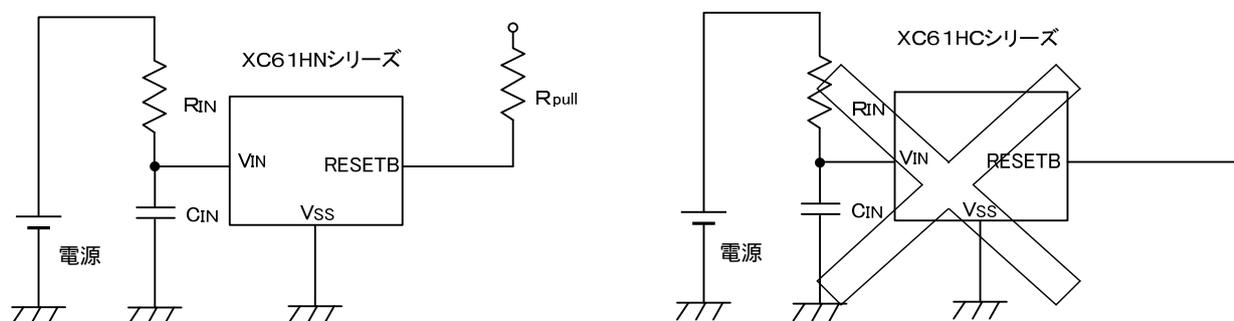

図 1. 入力抵抗を入れた時の回路例
4. 止むを得ず入力抵抗 R_{IN} を入れて使用する場合、上記発振を抑えるため入力インピーダンスは出来る限り小さくしてご使用下さい。また、 $R_{IN}=10k\Omega$ 以下、 $C_{IN}=0.1\mu F$ 以上をご使用の上、実機での評価を十分に行ってください。但し、Nch オープンドレイン出力品に限ります。(図 1 参照)